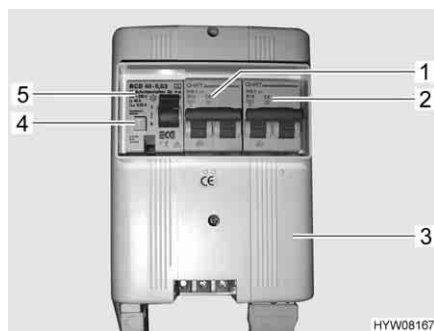

Fig. 99 Scatola dei fusibili a 230 V con interruttore di sicurezza e interruttore automatico FI
Un interruttore di sicurezza per correnti di guasto (interruttore automatico FI) (Fig. 99,5) nella scatola dei fusibili (Fig. 99,3) protegge l'intero veicolo da correnti di guasto (0,03 A).
L'interruttore di sicurezza collegato in serie (10 A) (Fig. 99,1) protegge le prese da 230 V, l'apparecchio per l'alimentazione elettrica, il caricabatteria supplementare e il frigorifero.
Per veicoli con accessori opzionali, p. es. l'impianto di climatizzazione, un ulteriore interruttore di sicurezza (16 A) (Fig. 99,2) protegge l'apparecchio.
- Se il veicolo è collegato all'alimentazione a 230 V, premere il tasto di controllo (Fig. 99,4). L'interruttore di sicurezza per correnti di guasto (FI) deve scattare.